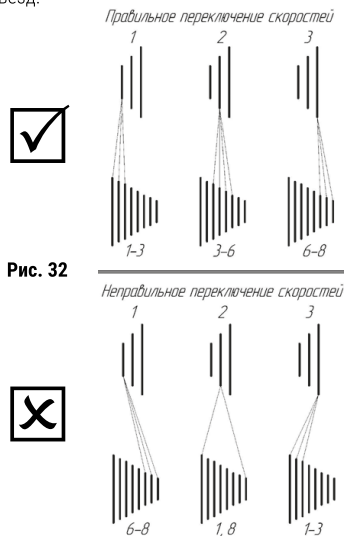

Рис. 32
8. Не применяйте такие положения цепи, при которых используются крайние противоположные звёздочки (рис. 32). Это приводит к излишнему перекосу цепи и, как следствие, к её изнашиванию, а также к изнашиванию звёзд.